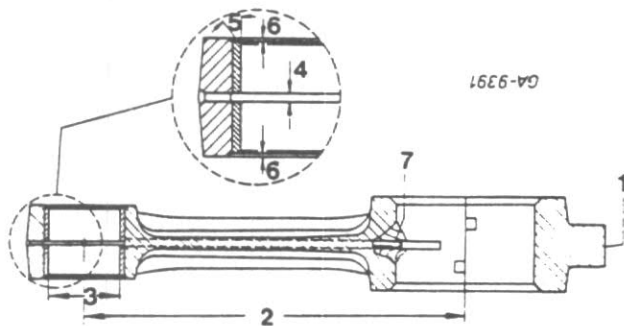

Figure 137
NOTE: Pour les moteurs DT-358 et DT-402, voir fig. 137.
Veillez à ce que l'espace entre les bagues soit dans les normes (4) fig. 137. Faites un chanfrein sur les deux bagues (5).
Important : Sur les moteurs DT-402, la bielle n° 1 comporte une longueur définie de façon à ne pas gêner la pompe à huile. Pour éviter de mélanger les bielles, la première bielle comporte le chiffre 1 frappé en bas de la tête de bielle (1) fig. 137. On utilise les bielles à longueur définie en pièces de rechange seulement.